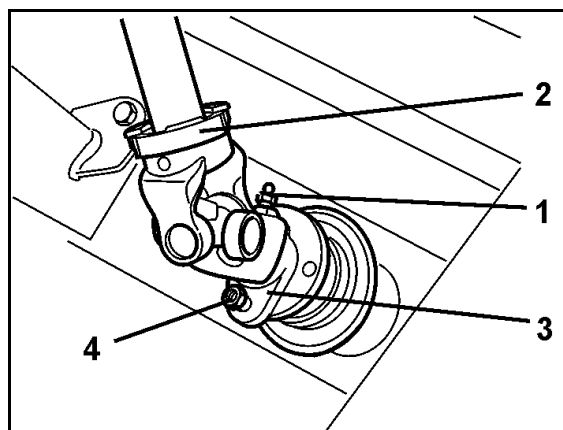

图 54
13. 把链子挂到机器上，保护万向轴，防止它随着转动 (图 54) 。